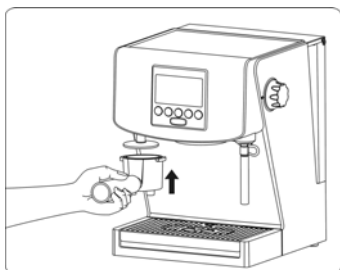

Рис. 4
- 11.9. Отстранете излишното кафе от края на филтъра и утъпкайте кафето с помощта на прикрепения към експреса уред (5) или с мярката (13) (Рис. 4).
- 12.9. Отстранете излишното кафе от края на филтъра и утъпкайте кафето с помощта на прикрепения към експреса уред (5) или с мярката (13) (Рис. 4).
- 13.9. Отстранете излишното кафе от края на филтъра и утъпкайте кафето с помощта на прикрепления към експреса уред (5) или с мярката (13) (Рис. 4).